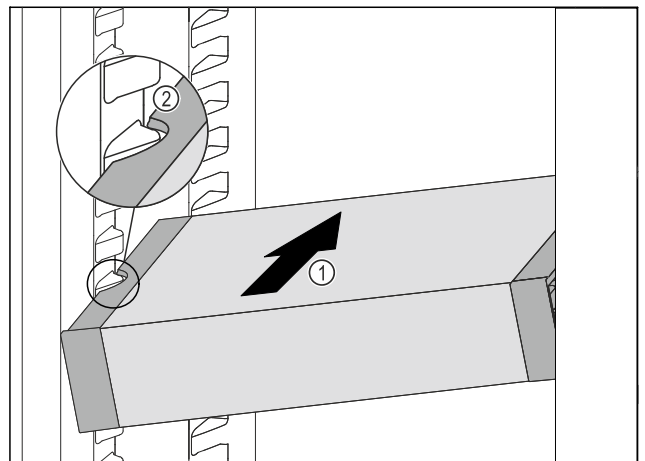

Fig. 116
- ▶ Introduzca el VarioSafe en posición oblicua en el compartimento del frigorífico Fig. 116 (1) hasta que los huecos laterales Fig. 116 (2) del VarioSafe se encuentren a la altura de la nervadura del recipiente en el compartimento frigorífico.